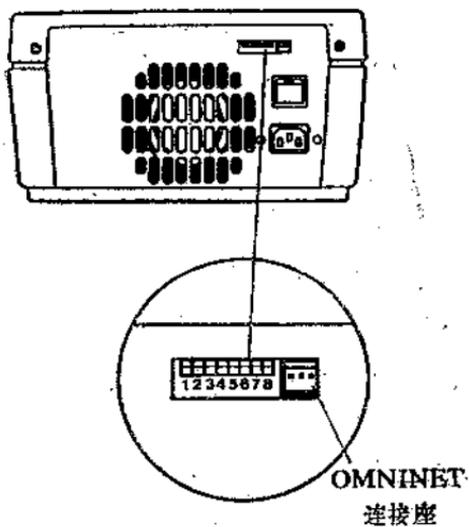

图 1-3 欧网驱动器的后面板
1. 查找驱动器后面的地址开关 (见图 1-3)。
1. 查找欧网驱动器后面板上OMNINET连接座的位置（见图1-3）。